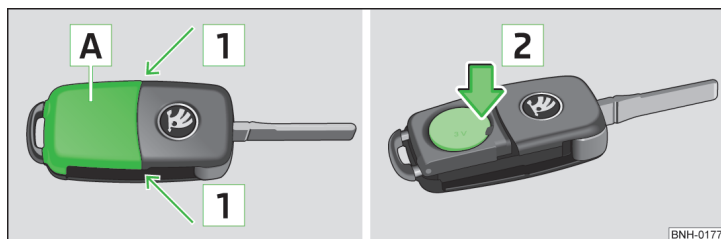

Fig. 190 Desmontar la tapa / extraer la pila
- Presione la tapa de la pila **A** » fig. 190 pulsando con el pulgar o con un destornillador en la zona de la flecha **1**.